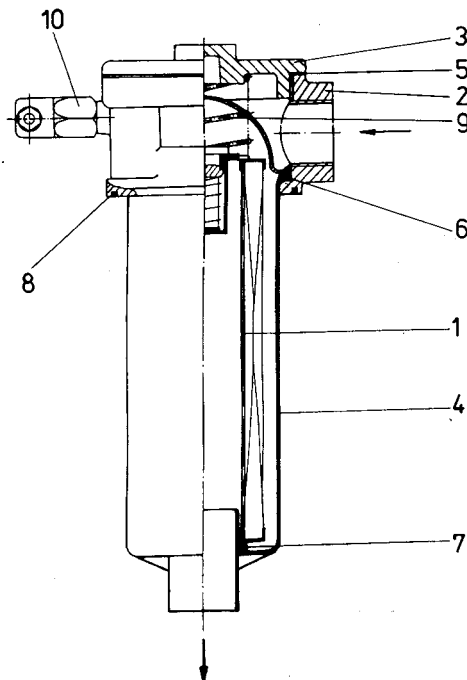

Рис. 5.46. Фильтр возвратный гидросистемы в баке
2. Открутить крышку (3, Рис. 5.46) с головки фильтра (2).